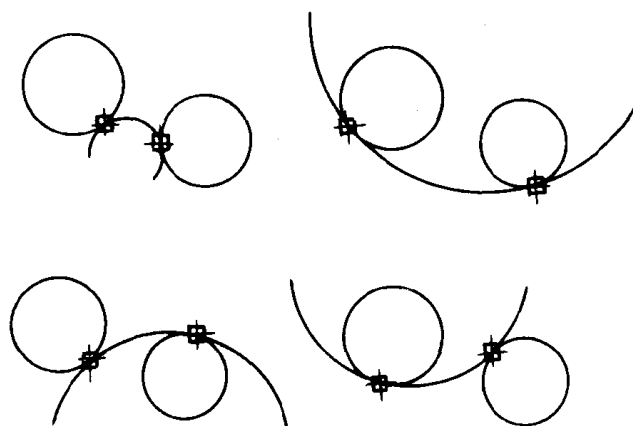

图 2-2 公切圆的形式
1) 内切、外切的确定与选取目标点的位置和连接弧的半径有关, 如图 2-2 所示。